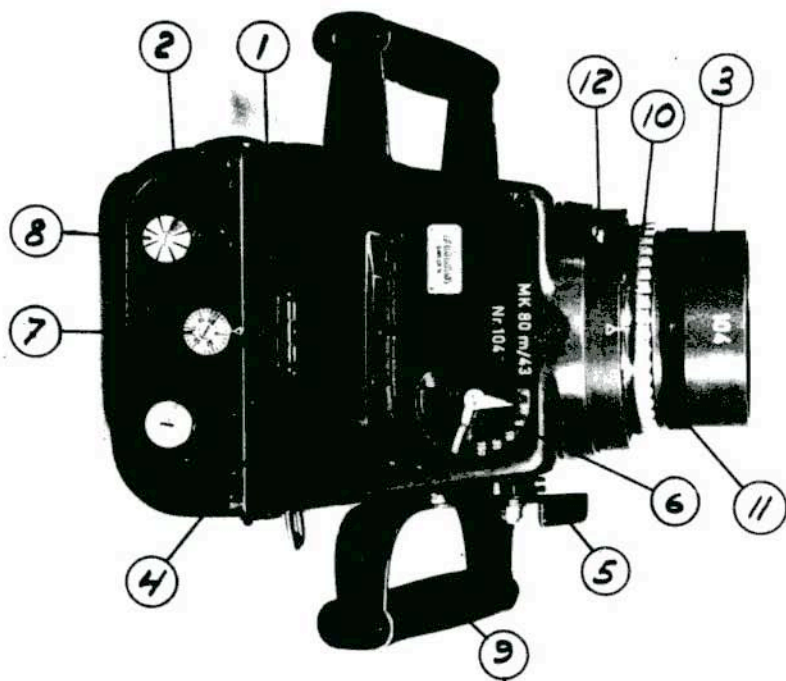
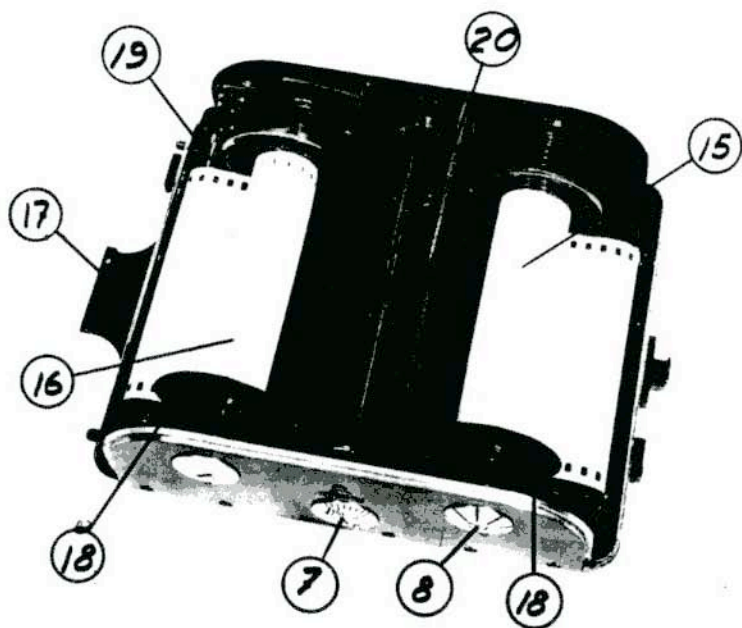

Fig. 2
Fig. 3
Man placerar kassetten med kassettkåpan uppåt, lossar de båda låsbyglarna som finnes på kassetterns yttersidor och lyfter därefter kassettkåpan rakt uppåt. Kassetthusets inre kommer då till synes och ser ut som Fig. 3 visar. Den på sin filmspole upprullade filmen fastsättes nu på härför avsedd plats (Fig. 3 nr 15) så att fil-
mens emulsion kommer nedåt kassettlocket när den införes under tryckplattan (Fig. 3 nr 20). Kassettlocket avlägsnas och filmen föres fram i filmkanalen tills den kommer fram på andra sidan tryckplattan och kan fastsättas på mottagarespolen (Fig. 3 nr 16). Filmen fästes vid denna genom att föras in under den på spolen fastnitade fjädern
Sedan filmen sluttagits, vilket kontrolleras därigenom att signalskivan (Fig. 2 nr 7) ej längre roterar under filmtransporten, kan filmen avlägsnas ur kassetten för framkallning. Detta sker därigenom att kassettkåpan avtages och filmen, som nu är upprullad på mottagarespolen (Fig. 3 nr 16), borttages. När ny film åter skall insättas i kassetten överflyttas den nu tomma förrådsspolen till mottagarespolens plats och tjänstgör som sådan.
Objektiven äro lätt utbytbara och kunna på ett ögonblick växlas i dagsljus. Detta sker på följande sätt: Fatta om objektivtuben med höger hand, tryck med vänster hand den bajonettlåsande snäpparen (Fig. 2 nr 12) inåt objektivtuben och vrid därefter objektivtuben ca. 1/4 varv åt vänster till tydligt anslag. Nu kan objektivet lyftas ur bajonettfattningen. Det objektiv som nu skall påmonteras kameran fattas med höger hand och dess bajonett föres rakt in i kamerans objektivfattning. Vrid därefter objektivet åt höger tills en tydlig knäppning höres. Objektivet är nu fastlåst i sin bajonettfattning. Vid utbyte av objektiven bör man ej utsätta slutareöppningen för direkt solljus utan hålla denna i skuggan. Tillse att objektiv- och kassetlocken äro avlägsnade innan fotografering skall företagas.
Om filter skall användas införes detta i härför avsedd öppning i objektivtuben (Fig. 2 nr 11). Filtret skjutes in i fattningen tills den i filterfattningen inmonterade kullåsen griper in i härför avsedda spår i objektivtuben, då filtret fastlåses. När filter skall bytas fattar man med höger hand om detsamma och drager det rätt uppåt varvid det släpper från objektivtuben och kan avlägsnas. Till objektiven $f = 16,5$ cm $f = 32$ cm finnas 3 st. olikfärgade filter nämligen gult, orange och ljusrött. Till objektiv $f = 60$ cm finnes endast infrarödfilter då detta objektiv användes endast vid fotografering på långa avstånd.
Genom att föra framdragningshandtaget (Fig. 2 nr 9) framåt till anslag och sedan åter till utgångsläge spännes centralslutaren samtidigt som ny film framtransporteras. Sedan detta är gjort kan exponering ske genom tryck på utlösningsspaken (Fig. 2 nr 5), eller trådulösaren. Om framdragningshandtaget ej återförts i rätt läge efter framdragningen är utlösaren spärrad och expone-
Genom den på kamerans översida befintliga tidsinställningsspaken (Fig. 2 nr 6) inställes den önskade exponeringstiden. Denna kan inställas på $1/5$, $1/10$, $1/25$, $1/50$ och $1/150$ sek. eller för tidsexponering (B). Omställning av exponeringstid kan ske såväl före som efter slutarespänningen.
Bländaren regleras med den på objektivtuben befintliga bländarringen (Fig. 2 nr 10) därigenom att denna vrides runt åt höger eller vänster, beroende på vilken bländare som skall inställas. Det önskade bländartalet skall då befinna sig mitt framför indexstrecket på kameraringen. Bländarringen är försedd med inbyggd kulsnäppare som tydligt markerar de olika bländarnas läge. Skalan anger relativa bländaröppningen enligt vedertaget bruk.
Tecknet på att filmen matas fram riktigt är när den på kassetten översida befintliga signalskivan (Fig. 2 nr 8) vid filmtransporten roterar. Skivan är försedd med ett antal röda streck för att lättare uppmärksammas. Särskilt viktigt är det att iakttaga denna signalskiva de första exponeringarna efter filmloadningen, då denna genast avslöjar om filmen transporteras (om kameran är rätt laddad) eller ej. Skulle signalskivan upphöra att rotera under filmtransporten är detta tecken på att filmen är slut.